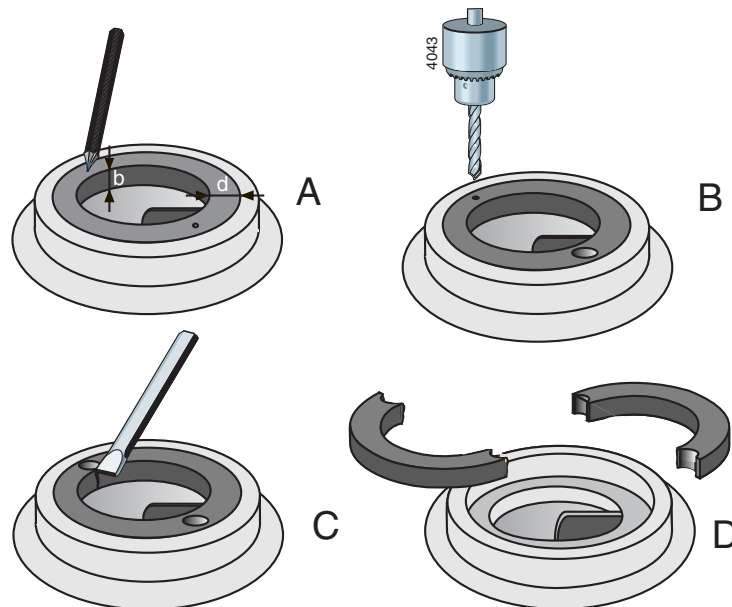

Рисунок 4: Извлечение компенсационного кольца
- 1 Измерьте толщину (d) и ширину (b) кольца, см. рисунок 4 А.
- 2 Прodelайте центрующие отверстия посередине кромки кольца в двух противоположных точках, см. рисунок 4 В.
- 3 Пользуясь сверлом с диаметром несколько меньшим, чем толщина кольца (d), просверлите в кольце два отверстия, см. рисунок 4 С. Глубина сверления не должна превышать ширину кольца (b). Старайтесь не повредить установочную фаску корпуса насоса.
- 4 Пользуясь зубилом, вырубите оставшуюся часть толщины кольца. Теперь кольцо можно разделить на две части и извлечь его из корпуса насоса, см. рисунок 4 D.